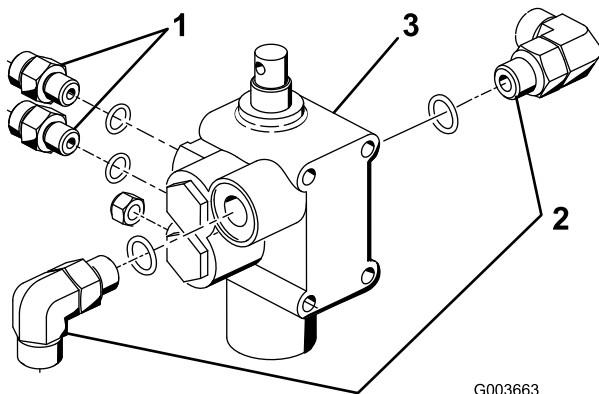

Bild 7
- Schrauben Sie die beiden 90°-Anschlussstücke und die 2 geraden Hydraulikanschlussstücke in das neue Hubventil, wie in Bild 7 gezeigt.